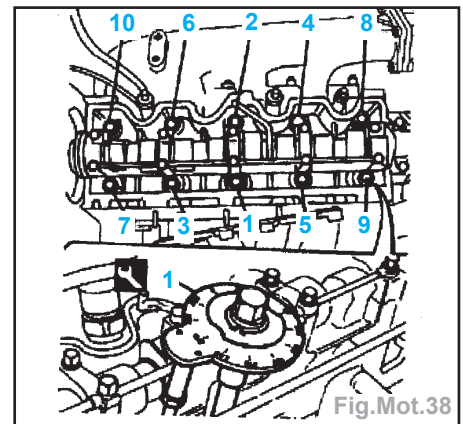

Fig.Mot.38
- Serrer la culasse au couple et dans l'ordre (Fig.Mot.38).